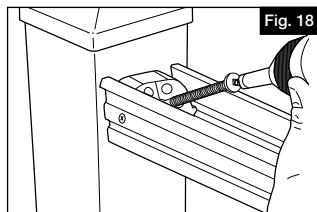

Fig. 18
- Sécurisez le support d'attache et le longeron supérieur pré perforé au poteau à l'aide des 6 #10 x 2.5" (no. 10 x 6,35cm) vis de montage (G), 3 par support (Figure 18). Commencez par la vis centrale inférieure, comme indiqué, pour éviter tout défaut d'alignement.